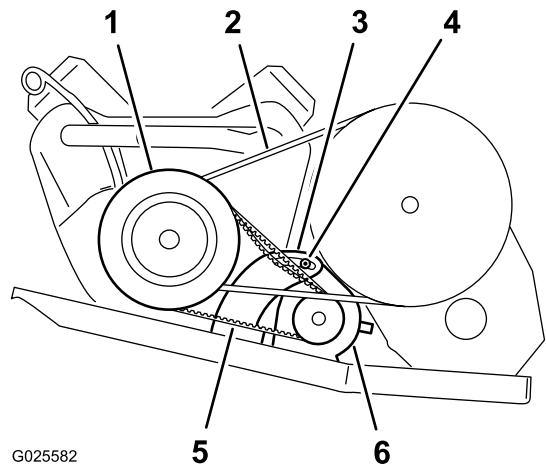

Figure 73
2. Desserrez l'écrou de pivot du démarreur-alternateur (Figure 73).
4. Appuyez sur le levier pour faire tourner le démarreur vers le bas dans la fente jusqu'à ce que la tension de la courroie produise une flèche de seulement 6 mm quand une force de 44 N est appliquée (Figure 73).
5. Serrez l'écrou de pivot à la main et enlevez le levier (Figure 73).